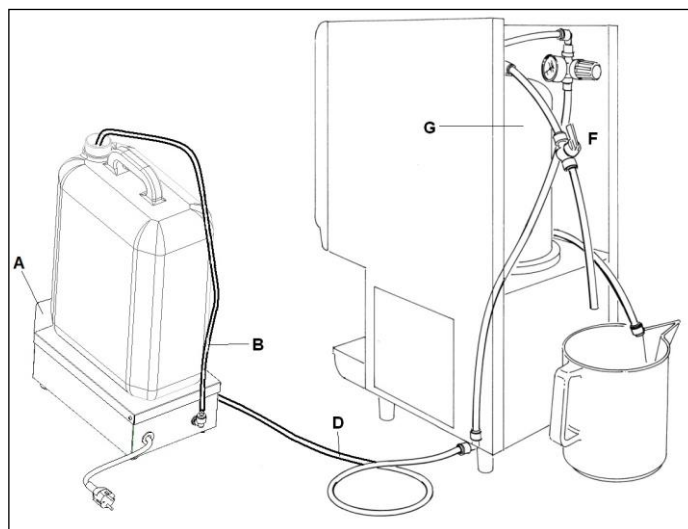

Fig. 7
- **M**unirsi di un kit di autoalimentazione e riempire la tanica di soluzione sanizzante quale **I**poclorito di **S**odio (**A**muchina) al 2% (fig.7).
- **C**ollegare il tubo D di allacciamento alla macchina, inserire il tubo di prelievo B e quello di sovra-pressione C all'interno della tanica ed inserire la spina nell'apposita presa di corrente (fig.7).
- **A**ppoggiare la tanica dell'acqua sopra il ripiano bilanciato in modo che vada a battuta sull'apposito spallamento A e risulti essere libera da qualsiasi contatto esterno (fig.7).
- **I**l kit di auto-riempimento funziona solamente se la tanica è appoggiata sul ripiano in modo che, quando la quantità di acqua nella stessa scende sotto un certo livello, la pompa di riempimento si fermi evitando così di danneggiarsi (fig.7).
- **A**prire il rubinetto F, accendere il kit attraverso l'apposito interruttore verde E in modo che inizi a caricare automaticamente il serbatoio e prepararsi a raccogliere l'acqua in uscita, richiudendo lo stesso rubinetto F solo quando l'uscita stessa dell'acqua indicherà che tutta l'aria presente nel serbatoio G è fuoriuscita (fig.7).